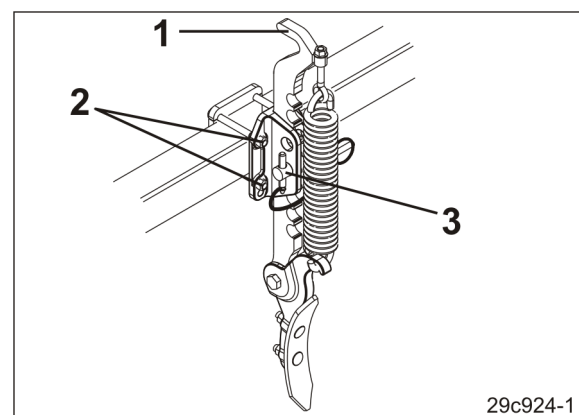

Fig. 184
1. Hold traktorhjul-sporløser fast i håndtaket (Fig. 184/1).
2. Løsne skruene (Fig. 184/2) og still inn traktorhjul-sporløser horisontalt.
3. Trekk skruene (Fig. 184/2) fast til.
2. Løsne bolten (Fig. 184/3) og still inn traktorhjul-sporløser vertikalt.
3. Sikre bolten (Fig. 184/3) med en splint når innstillingen er avsluttet.